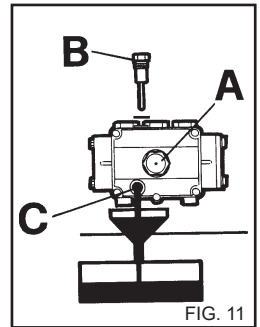

FIG. 11
- 2) Skruva loss pluggen med mätstickan (fig. 11).